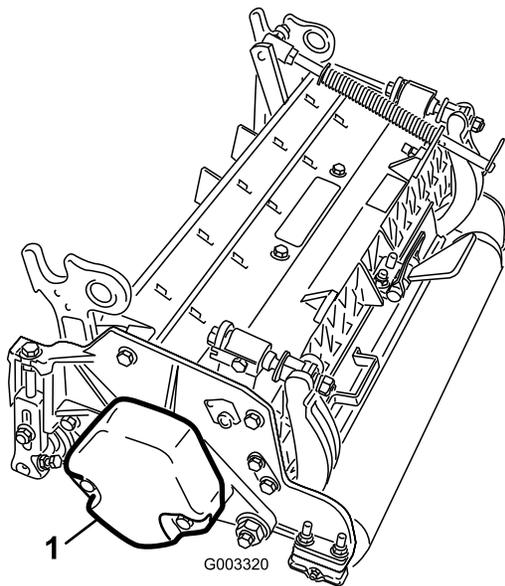

図 5
3. カウンタウェイト 図 5 を、決められた側に取り付けるカッティングユニットのオペレーターズマニュアルを参照。